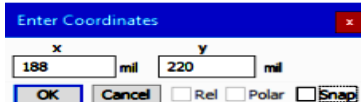

Рис. 115
- Укажите слой **Copper** для фигуры и выберите **Draw>Rectangle**. Нажмите клавишу **Tab** и введите координаты, показанные на рис. 115. Нажмите **OK**.